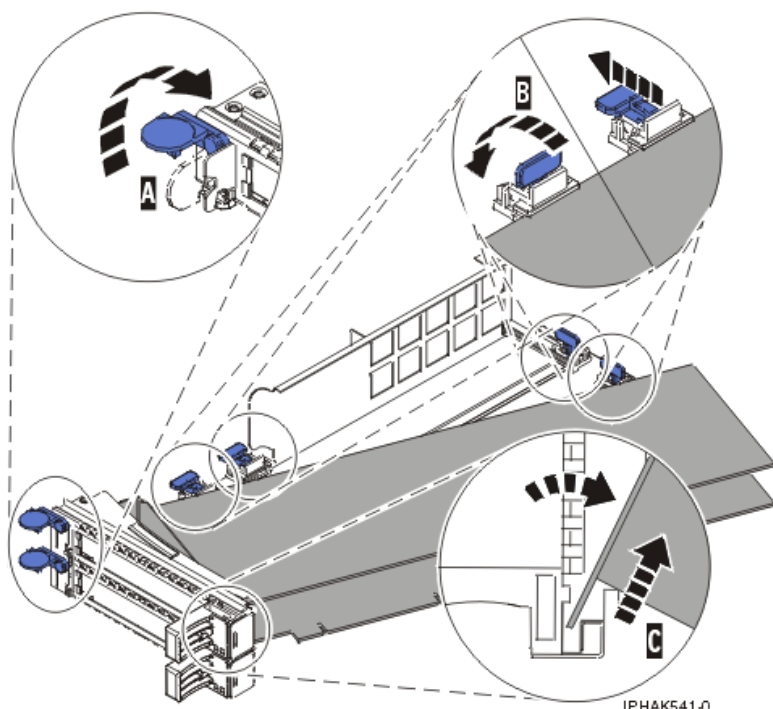

Figura 71. Adaptador que s'ha tret del casset d'adaptadors PCI
- a. Obriu les peces de retenció de l'adaptador fent girar el clip de retenció **A** fins que estigui en posició horitzontal. Consulteu Figura 71 a la pàgina 79.